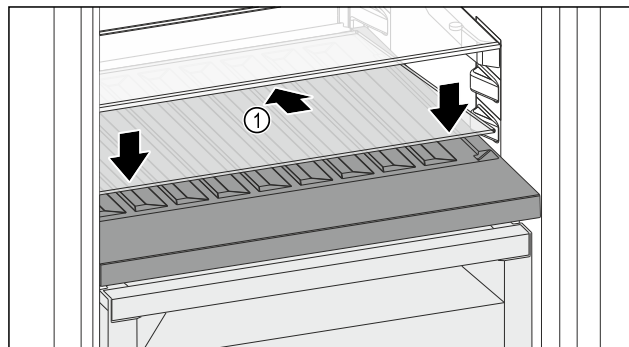

Fig. 188
- Vendorsni pllakën e xhamit Fig. 188 (1) pjerrtas, dhe të anuar për poshtë në pjesën prapa.
- Ulni poshtë pllakën e xhamit Fig. 188 (1) përpara.